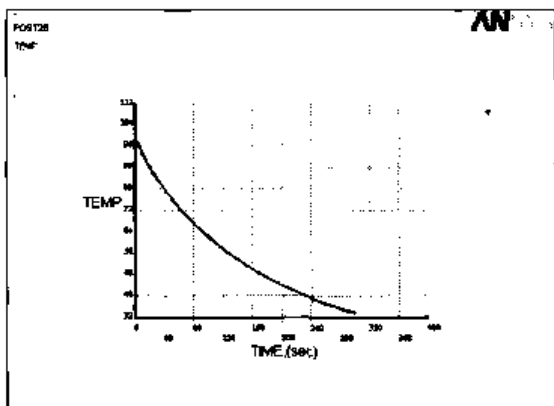

图 13-125 A 点温度随时间的变化关系曲线
(23) 选择 Main Menu | TimeHist Postpro | Graph Variables 命令, 出现 Graph Time-History Variables 对话框, 在第 1 个文本框中输入 2, 单击 OK 按钮, ANSYS 显示窗口显示 A 点温度随时间的变化关系曲线图, 如图 13-125 所示。